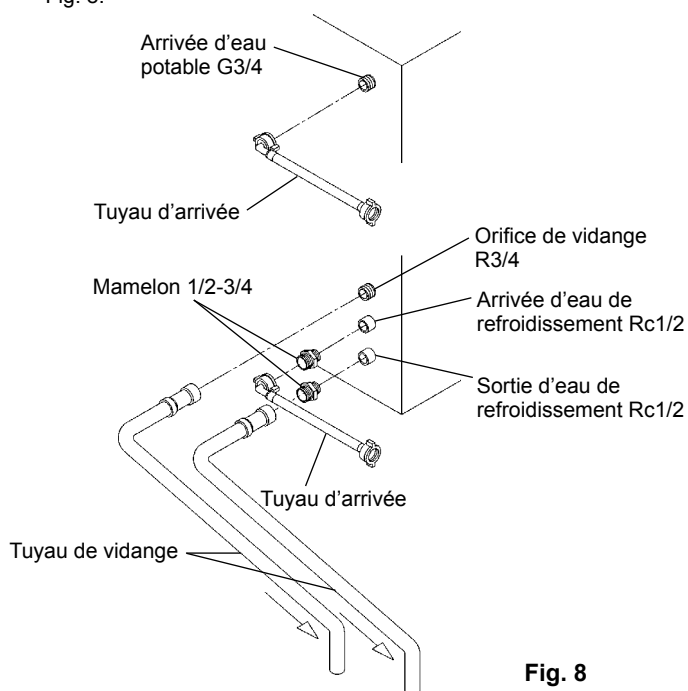

Fig. 8
[b] Raccordements en dehors des réglementations WRC à l'aide des tuyaux des accessoires (Fig. 8)
2) Pour raccorder le condenseur, utilisez les tuyaux des accessoires fournis et reliez-les comme ci-dessus - étapes 1) à 3) du point [a] - aux extrémités libres des raccords 1/2-3/4, comme indiqué sur la Fig. 8.